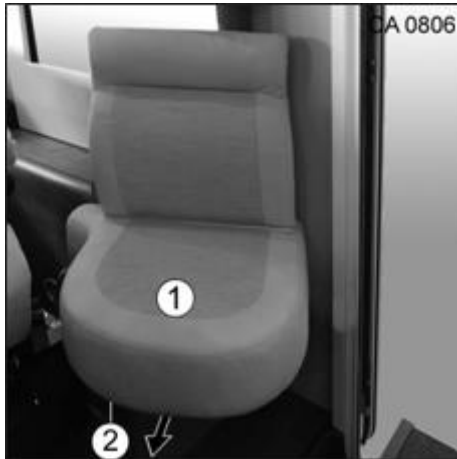

Fig. 67 Siège individuel latéral
1. S'asseoir au milieu du coussin d'assise (Fig. 67/1).
2. Tirer la poignée (Fig. 67/2) sous le coussin d'assise (Fig. 67/1) vers l'avant.